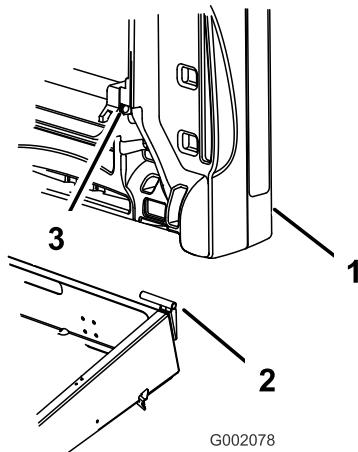

図 12
- 荷台の取り付け穴とピボット・ブラケットの穴を整列させる（図 12）。